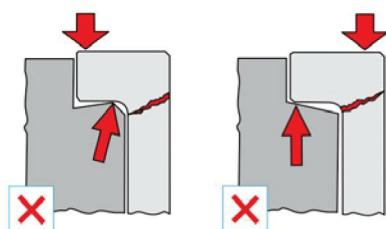

Рис. 1
- 1.) Перед установкой ЦПК осмотреть блок двигателя на геометрическую точность (плоскость и ортогональность). Нормативные зазоры блок-гильзы: 0,043...0,146 мм. «Перегретые» блоки двигателя и блоки с пробегом более 400 000 км, часто имеют деформированное посадочное место (Рис. 1).